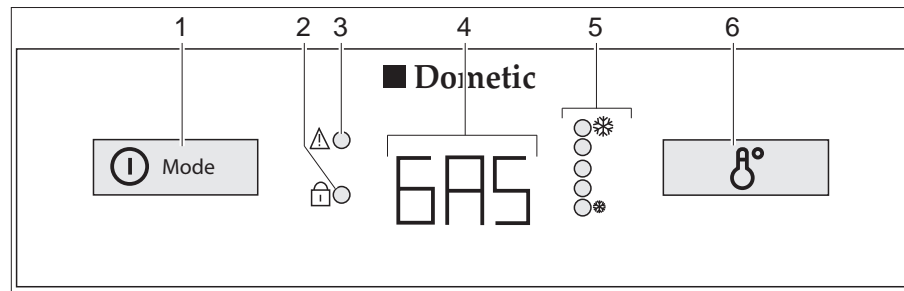

Fig. 227 Elementos de mando para el frigorífico (Dometic de la serie 8 con AES)
Con averías, parpadeará el visualizador LED avería "⚠" (Fig. 227,3).
Si **no** está conectada la alimentación de 230 V y el motor del vehículo está **desconectado**, el AES selecciona el suministro de gas. Al seleccionar el suministro de gas se abre automáticamente el seguro de encendido, de forma que puede fluir gas hacia el quemador. Simultáneamente se conecta el encendedor electrónico. Si se apaga la llama de gas, p. ej. debido a un golpe de viento, el encendedor se activa inmediatamente y enciende de nuevo el gas. Con una avería en el funcionamiento a gas, en el piloto (Fig. 227,4) parpadeará el texto "GAS".
Una vez conectado, el frigorífico selecciona automáticamente el ajuste medio del termostato. Este ajuste puede regularse posteriormente a mano con el conmutador para el ajuste de temperatura (Fig. 227,6). Los visualizadores LED (Fig. 227,5) indican el ajuste seleccionado del termostato. Con el interruptor se ajusta la temperatura de refrigeración para los tres tipos de energía. Pasan algunas horas hasta que el frigorífico alcanza la temperatura de servicio normal. Al conmutar el modo de funcionamiento se mantiene el ajuste del termostato. La temperatura de refrigeración se mantiene independientemente del tipo de energía.
- Pulsar el conector/selector de energía (Fig. 227,1) 2 segundos para conectar el aparato. Se visualiza el último modo de funcionamiento seleccionado en el piloto (Fig. 227,4).
- Seleccionar el tipo de energía con el conector/selector de energía (Fig. 227,1).
- La temperatura de refrigeración puede ser ajustada en el conmutador para el ajuste de temperatura (Fig. 227,6). Los visualizadores LED (Fig. 227,5) indican el ajuste seleccionado del termostato.
- Pulsar el conector/selector de energía (Fig. 227,1) 2 segundos. Todos los visualizadores se apagan.